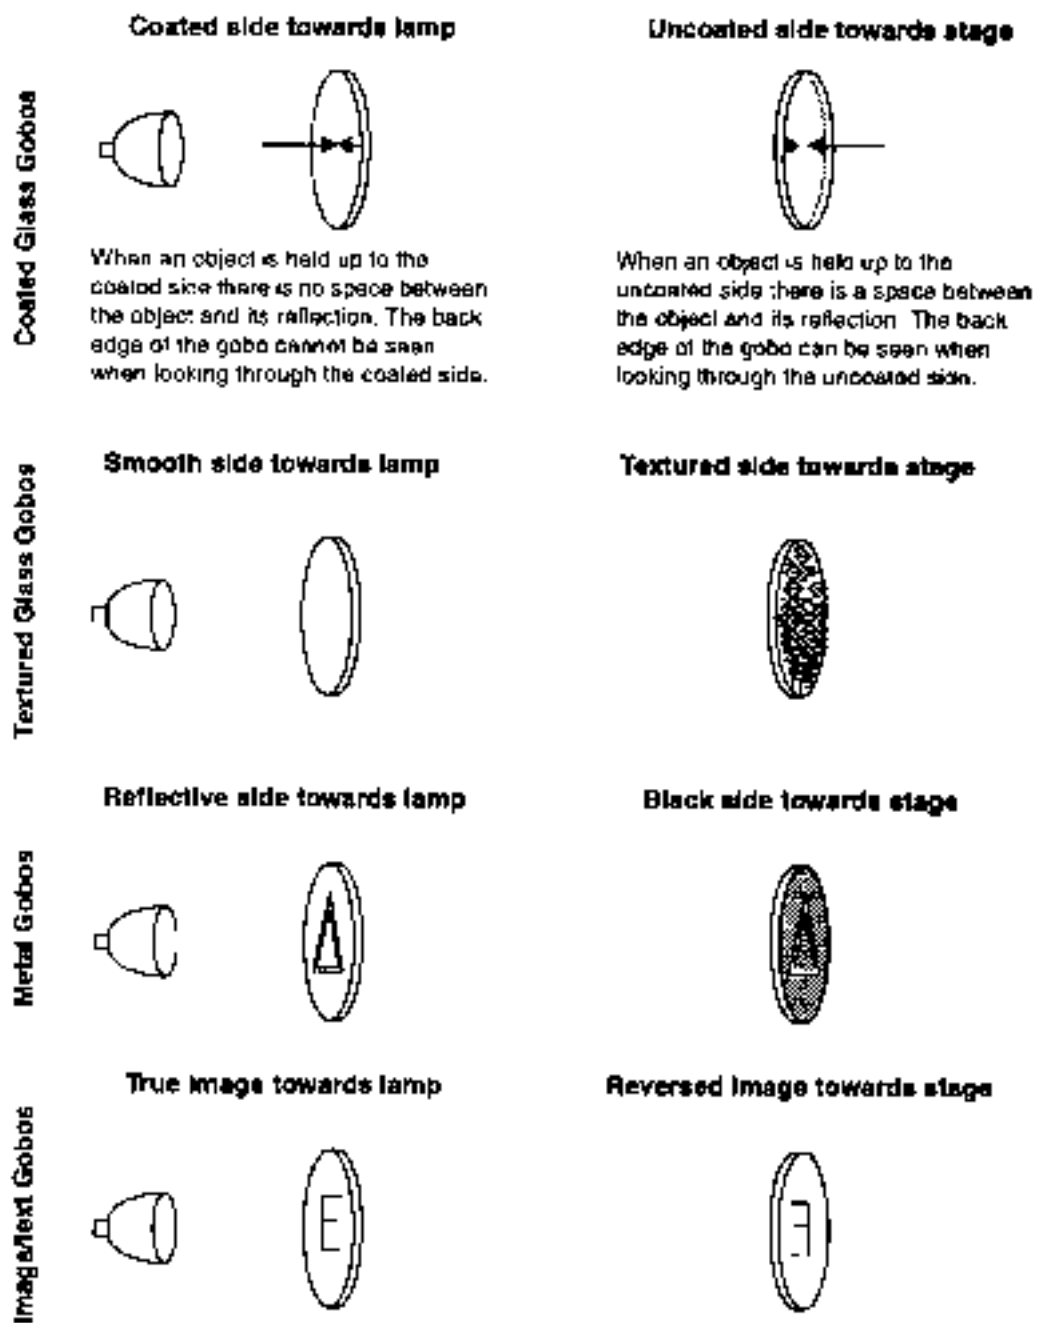

Figure 5: Gobo orientation
La Fig. 5 (pagina seguente) mostra l'orientamento corretto per vari tipi di gobo. Se in dubbio, orientare il gobo con la parte più riflettente verso la lampada.
4. Inserire il nuovo gobo. Vedere fig. 5 per l'orientamento corretto.